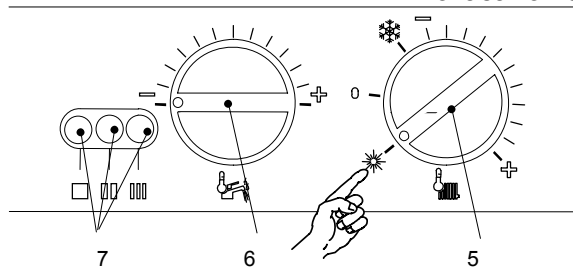

Fig. 6.4
- 6 Turn the function selector 5 and the D.h.w. temperature adjustment knob 6 anticlockwise and position the selectors as in Fig. 6.4
- 8 The lights (7, Fig. 6.4) flash alternatively: the first and the third lights flash alternatively with the second one. You have 5 seconds to enter the parameters programming.
- 9 Turn the knobs 5 and 6 simultaneously clockwise towards their maximum position (Fig. 6.5) and then anticlockwise towards their minimum position (Fig. 6.4).
- 6 Поверните ручку переключателя режимов и ручку настройки температуры против часовой стрелки и приведите их в положение как показано на рис.6.4
- 8 Индикаторы (7, рис.6.4) мигают поочередно: первый и третий индикаторы мигают поочередно со вторым. В течение 5 секунд, можно ввести параметры настройки
- 9 Поверните ручки 5 и 6 (рис.6.4) одновременно по часовой стрелке до максимального значения (рис.6.5) и, затем, против часовой стрелки до минимального значения (рис.6.4).
- 10 The lights (7, Fig. 6.4) lamp on as in Fig. 6.6.
- 10 Индикаторы (7, рис.6.4) загораются как на рис.6.6